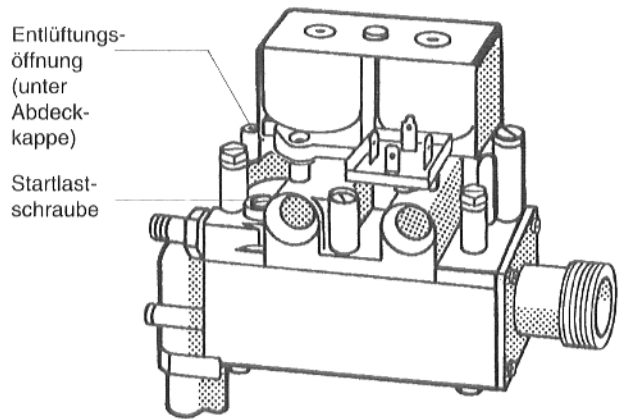

Abb. 44: Gasbrennerarmatur "SIT" 830 Tandem
- Bei "SIT" 830 Tandem: Abdeckkappe über der Entlüftungsöffnung entfernen (Abb. 44).
- Etwa 10 Sekunden, nachdem die Armatur geöffnet hat, erkennbar durch ein leichtes Klicken, Stufendruck am U-Rohr-Manometer ablesen und durch Drehen in Plus- oder Minus-Richtung an der Startlastschraube (Abb. 44 bzw. 45) auf